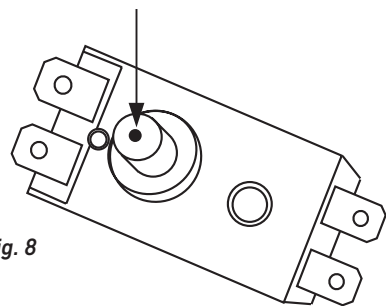

Fig. 8
2. Presione el botón que se encuentra en el centro del interruptor térmico (consulte la Fig. 8).